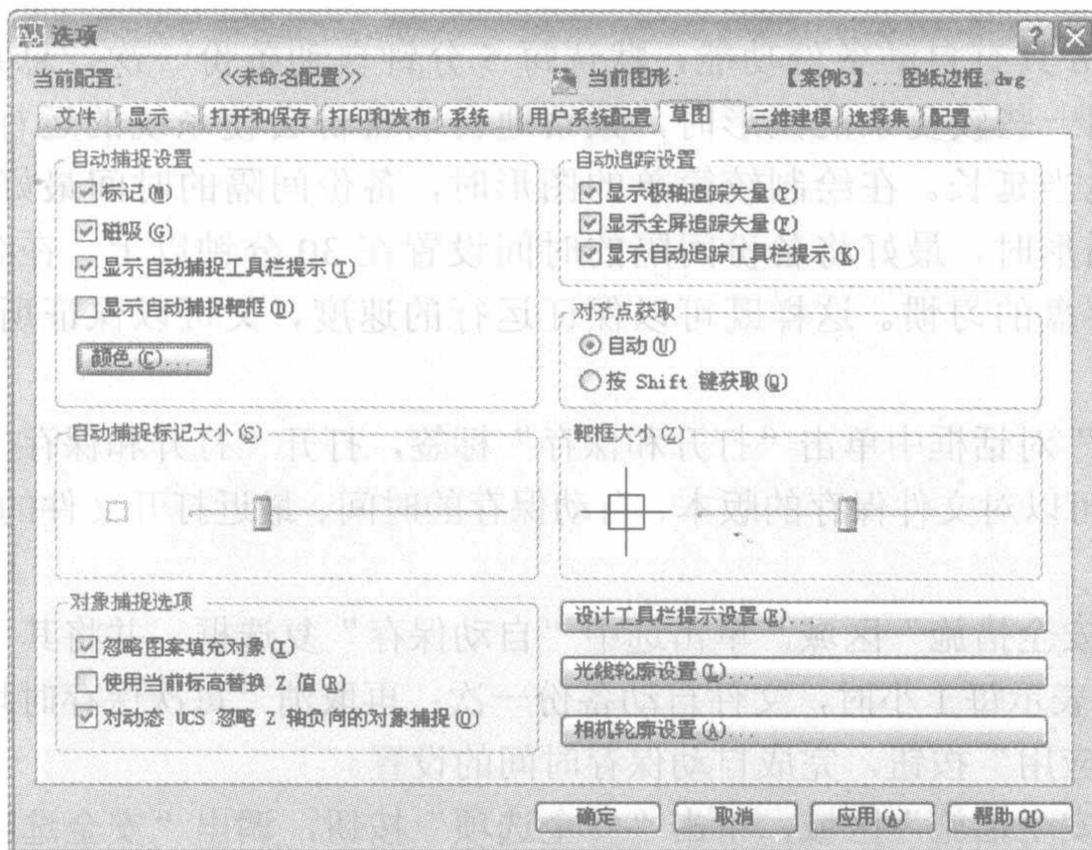

图 1-1-12 “选项”（草图）对话框
(1) 在“选项”对话框中单击“草图”标签，显示出“草图”选项卡的设置内容。在该选项卡中可以对捕捉标记的颜色、捕捉标记的大小和捕捉框的大小与颜色等进行设置，如图 1-1-12 所示。